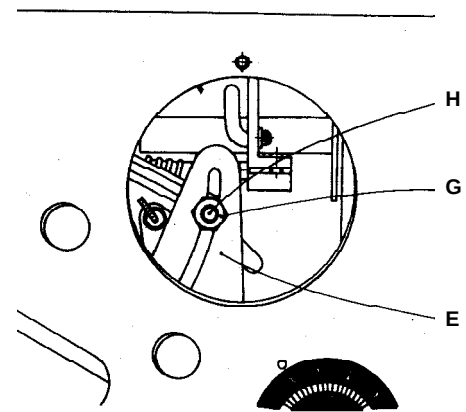

Abb. 9
6.7 Einstellung der Nahtbildbreite (Abb. 9)